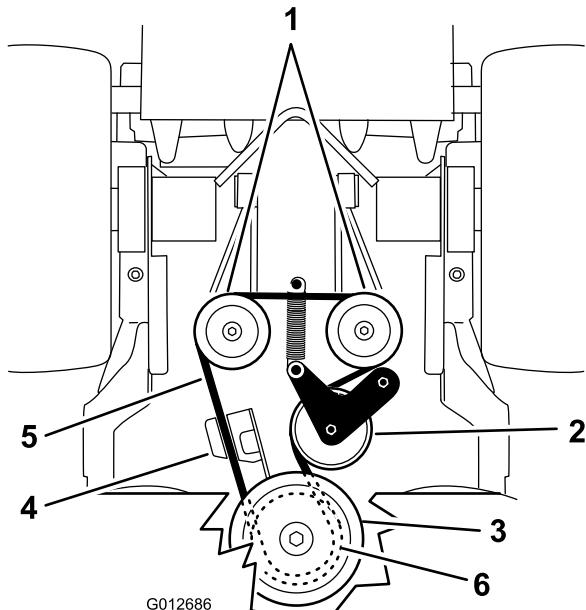

Figure 65
5. Décrochez le ressort de la poulie de tension du châssis (Figure 65).
7. Accrochez le ressort de la poulie de tension au cadre (Figure 65).